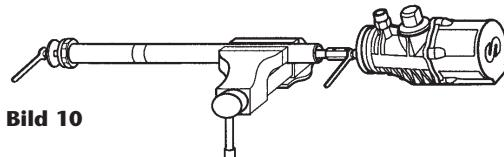

Bild 10
4. Mit einem Schraubenschlüssel die Mutter am unteren Teil des Luftkurbels lösen und die Beilagscheibe entfernen (Bild 10).